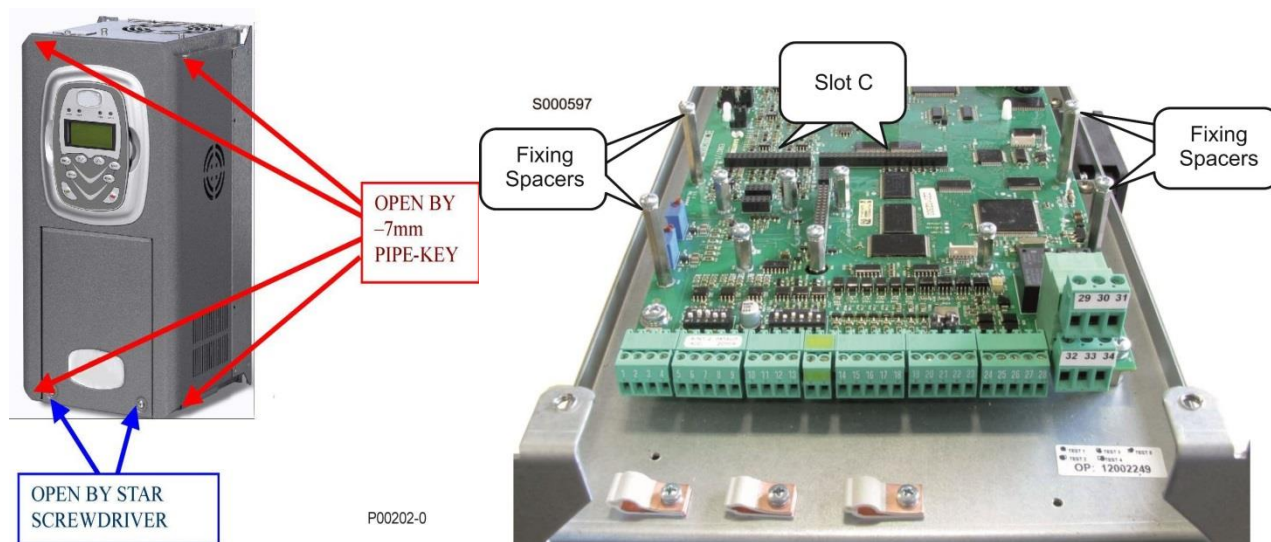

Figura 132: Rimozione del coperchio dell'inverter e posizione dello slot C
- 2) Per una più agevole installazione della scheda è necessario rimuovere tutto il coperchio dell'inverter allentando le quattro viti a testa esagonale presenti nella parte bassa ed alta dell'inverter. Sono così facilmente accessibili le quattro colonnette metalliche di fissaggio della scheda ES870 ed il connettore dei segnali (Figura 132- Slot C).